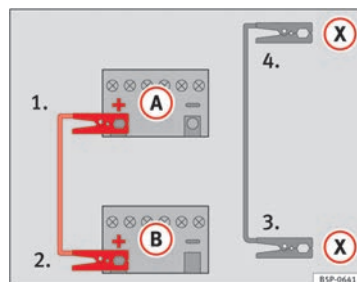

Fig. 202 Schema di collegamento per veicoli con sistema Start Stop.
- Collegare un'estremità del cavo rosso di emergenza al polo positivo  della batteria del veicolo con la batteria scarica  ⇒ fig. 202.
- Collegare un'estremità del cavo nero di emergenza  a un terminale di massa adeguato oppure ad un elemento metallico massiccio annesso al monoblocco oppure allo stesso monoblocco ⇒ fig. 202.